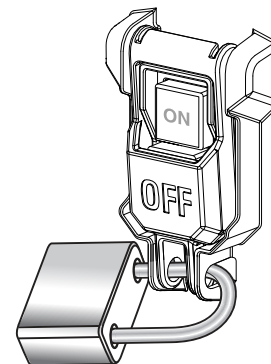

Fig. 43
**NOTE :** Pour éviter toute utilisation non autorisée, installer un cadenas (non compris) à travers les trous du commutateur et du cache, comme il est illustré à la figure 43.